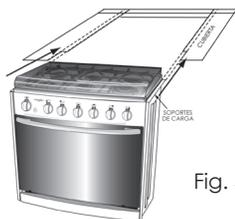

Fig. 5
6. Cargue la estufa y descansen los soportes de carga de la misma en la orilla del corte de la cubierta, deslice la estufa hacia atrás hasta el fondo (Fig. 5).